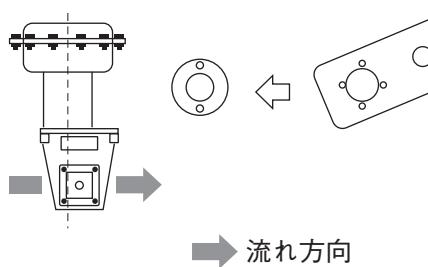
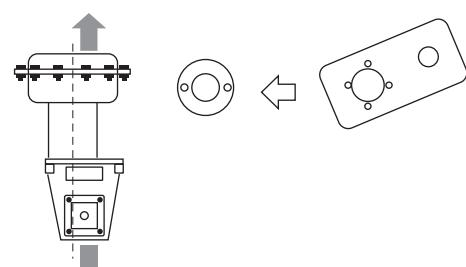

図5-2
図5-3
- 【2】 コネクタプレート流れ方向に注意して(図5-2、図5-3参照)フィードバックピンと共にブラケットに取り付けます。